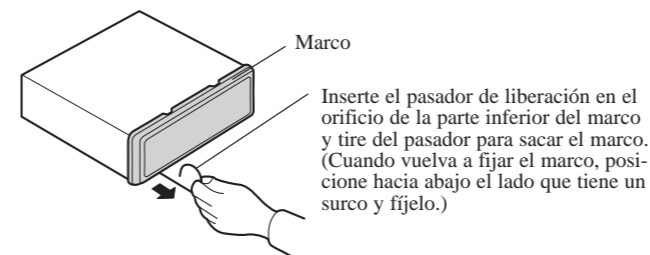

Fig. 7
**1. Retirar el marco. (Fig. 7)**